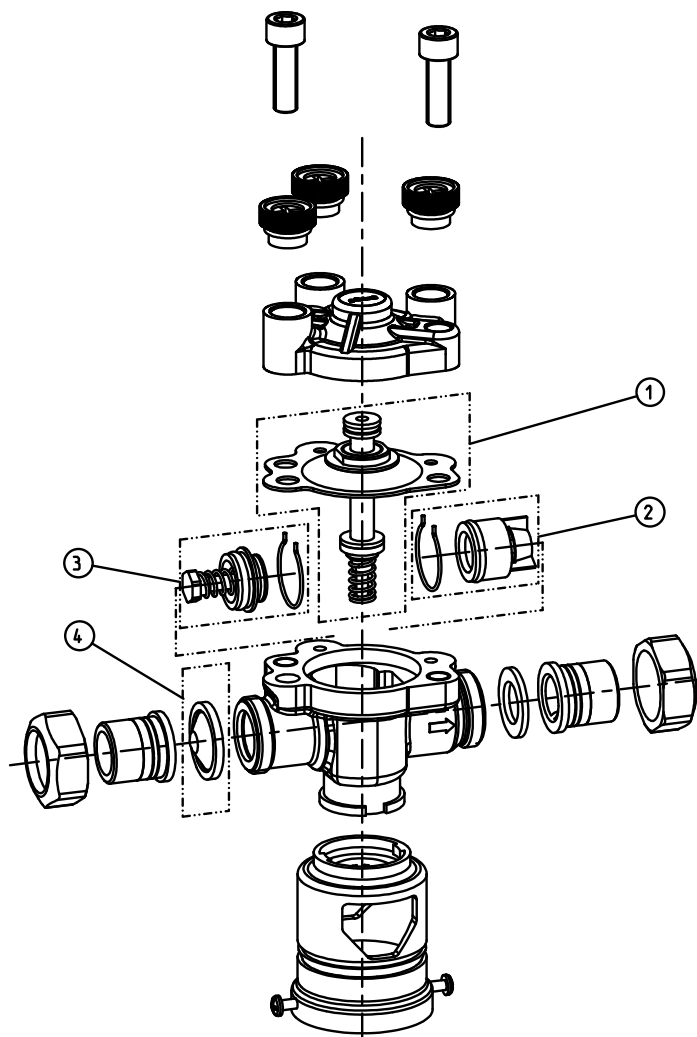

Abb. F-1: Verschleißteile Euro-Systemtrenner GENO DK 2-Mini
- Sicherstellen, dass das Hutsieb des Systemtrenners mit der Wölbung entgegen der Fließrichtung eingebaut wird (siehe Abb. F-1).
- ① Absperrschieber
- ② Trinkwasserfilter BOXER-KD mit Druckminderer
- ③ Absperrschieber mit Entleerung
- ④ Euro-Systemtrenner GENO DK 2-Mini
- ⑤ Abwasseranschluss
- ⑥ Absperrschieber